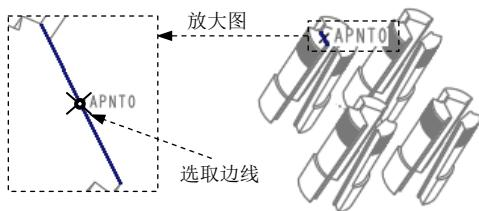
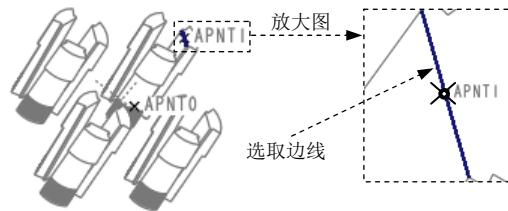

图 25.35 基准点 APNT0
图 25.36 基准点 APNT1
Step1. 创建图 25.35 所示的基准点 APNT0。
(1) 单击 **模具** 功能选项卡 **基准** ▾ 区域中的“创建基准点”按钮 .
(2) 选取图 25.35 所示的边线。
(3) 在“基准点”对话框中，先选择基准点的定位方式 **比率**，然后在左边的文本框中输入基准点的定位数值（比率系数）0.5。
Step2. 创建图 25.36 所示的基准点 APNT1。